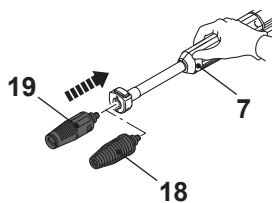

Fig. 8
1. Întotdeauna atașați lanca de extindere (7) când utilizați doza rotativă (18) (Fig. 8).
1. Utilizați întotdeauna duza vario (19) cu lancea de extindere (7) atașată (Fig. 8).